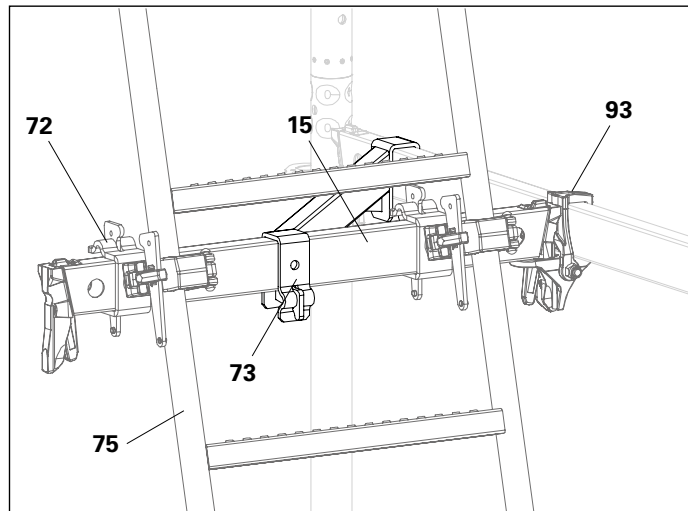

Abb. A9.07
5. Leiteranschlüsse schließen und Schrauben anziehen, bzw. Keile festschlagen. (Abb. A9.07)